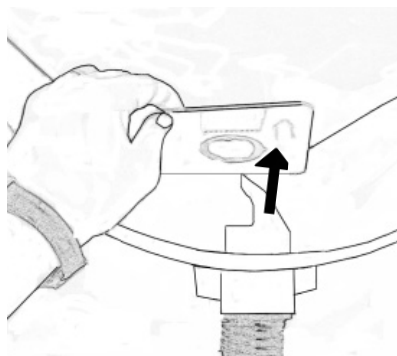

Fig. 24
5. Fjern støvsugerposen ved at tage fat om papafstivningen og forsigtigt trække kortet og posen væk fra beholderen, fig. 24. Fold den perforerede del af pappet mod åbningen af posen for at forhindre, at posens indhold slipper ud.